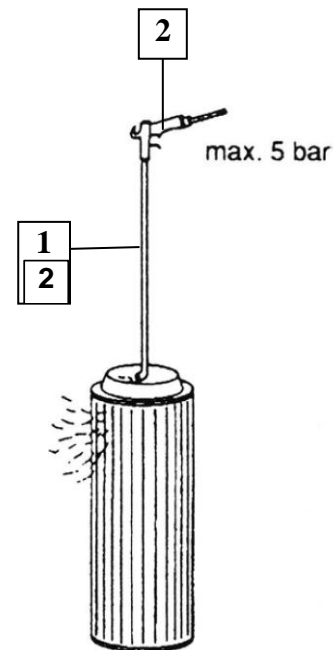

Рис. 5 Продувка основного фильтрующего элемента
Для прочистки фильтра следует надеть на пневмопистолет (2) трубку (1) со скошенным прим. на 90° концом. Длины трубки должно хватать до дна фильтрующего элемента. Аккуратно продуйте фильтрующий элемент сухим сжатым воздухом (**макс. 5 бар**), перемещая трубку вверх-вниз внутри элемента, пока визуально уже не будет наблюдаться выхода пыли (см. Рис. 5)